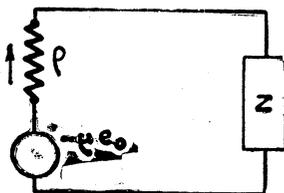

Fig. 2. — Schéma équivalent à la lampe considérée comme un générateur à tension constante.
c) Le calcul précédent a été conduit en considérant la lampe comme un générateur à tension constante (fig. 2) de force électromotrice $-\mu e_0$, dont la résistance interne est ρ , et débitant un courant qui va de la cathode vers la plaque. On peut aussi considérer la lampe comme un générateur à courant constant dont la valeur est $i = se_0$, (s étant la pente de la lampe) et qui débite sur un ensemble constitué par la résistance interne shuntée par la charge anodique.